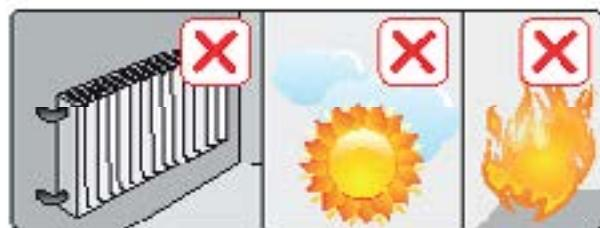

Abb. 1
- Stellen Sie es in einem Mindestabstand von (1) Meter zu Hitzequellen (Ofen, Heizung, Heizstrahler usw.) auf (Abb. 1)